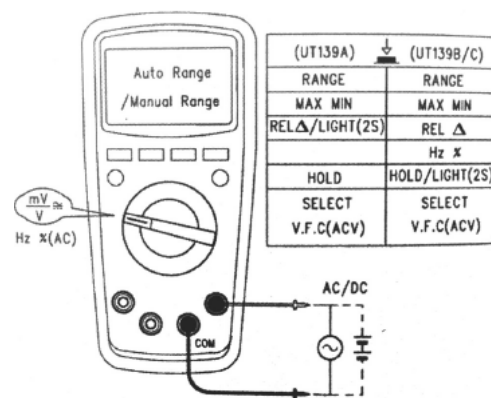

Figure 3
1) Измерение постоянного и переменного напряжения (смотреть Figure 3)